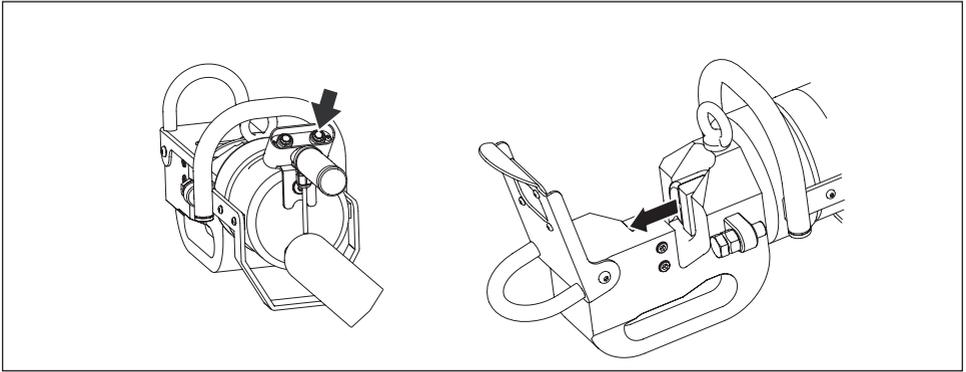

Abbildung 11, Betrieb - Ausfahren/Schneiden
- Drücken Sie den Druckschalter **Ausfahren** und halten Sie diesen gedrückt, um den Kolben auszufahren und das bewegliche Messer nach vorn zu schieben. Siehe Abbildung 11.